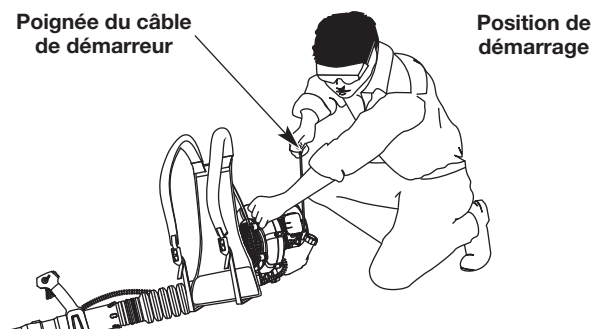

Fig. 9
AVERTISSEMENT : évitez tout démarrage accidentel de l'appareil. Pour éviter toute blessure grave, l'opérateur et l'appareil doivent être tous deux en position stable quand l'opérateur tire sur le câble de démarreur (Fig. 9).
6. Accroupissez-vous en position de démarrage (Fig. 9).
7. Tirez sur la corde de démarrage en effectuant un mouvement contrôlé et ferme à **5 reprises** (Fig. 9).